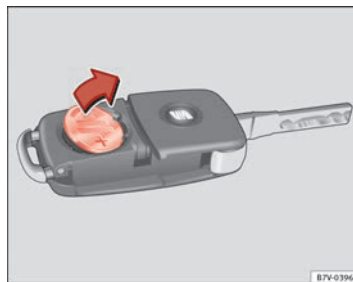

Abb. 44 Fahrzeugschlüssel: Batterie entnehmen.
- Batterie mit einem geeigneten dünnen Gegenstand aus dem Batteriefach heraushebeln ⇒ Abb. 44.
- Neue Batterie wie gezeigt ansetzen ⇒ Abb. 44 und entgegen der Pfeilrichtung in das Batteriefach drücken ⇒ ①.